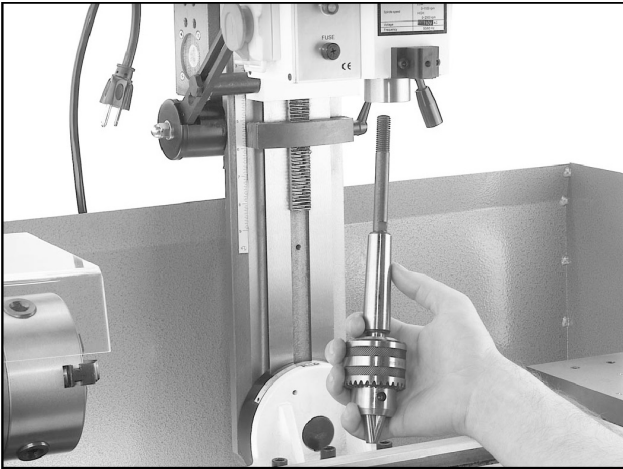

Fig. 11 Borepatronen tages væk fra spindlen
- Hold med en hånd borepatronen og tag møtrikken og skive væk med anden hånd. Borepatronen skal nu være let at tage væk fra bunden i overensstemmelse med **fig. 11**.